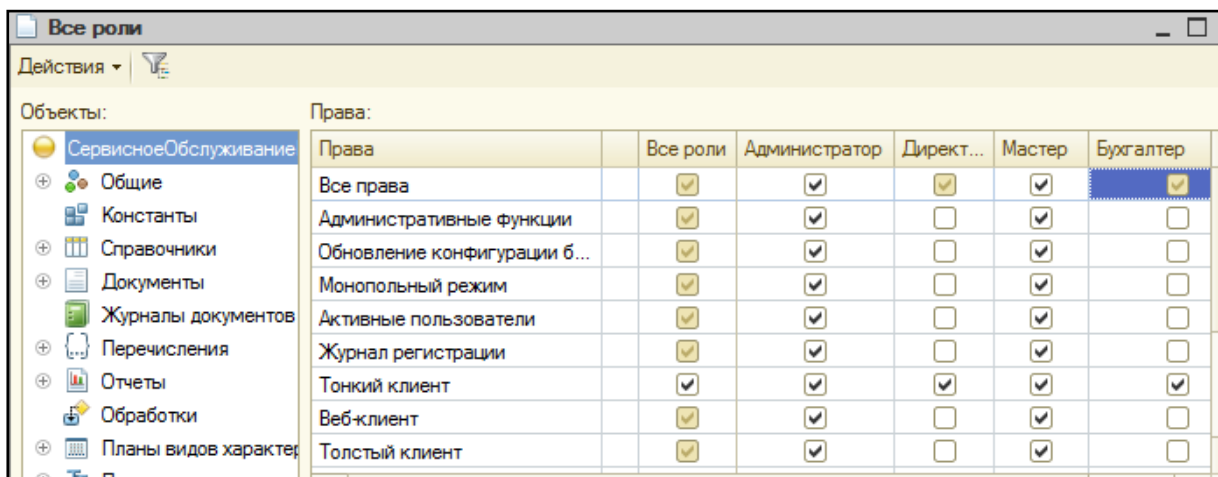

Рис. 86. Назначение прав
6. Установить права на запуск клиентского приложения для каждой роли. Для этого в дереве конфигурации выделить ветку Роли и в контекстном меню выбрать команду «Все роли» (рис. 86). В списке объектов конфигурации выделить корень и для всех ролей установить право Тонкий клиент. Тем самым мы разрешили всем пользователям подключаться к информационной базе только с помощью тонкого клиента.